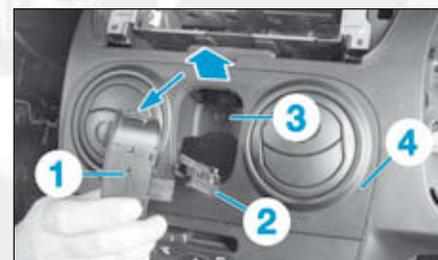

FIG.13
- Dégrafer la platine de façade centrale (1) (Fig.13).
- Débrancher le connecteur (2).
- la platine de façade centrale (1),
- la vis (3),
- la garniture de façade centrale (4),